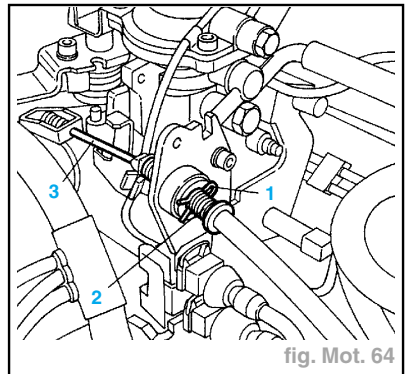

fig. Mot. 64
- Pour régler la tension du câble d'accélérateur (3) extraire la goupille (1) de son logement en réglant la position de la douille cannelée (2) et en installant la goupille dans son nouveau logement (fig. Mot. 64).